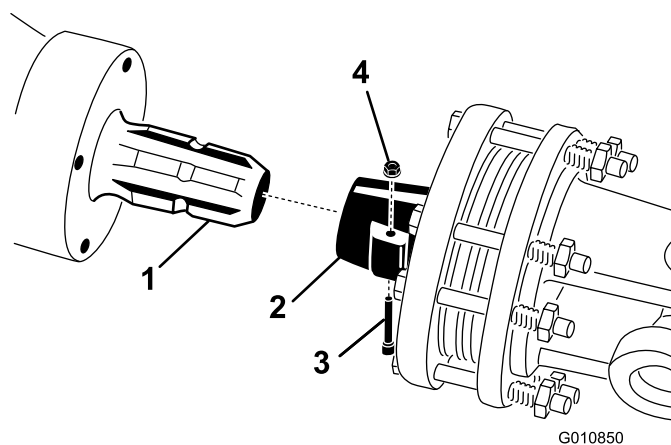

Figura 17
1. Retire o pino e a porca do eixo da tomada de força (Figura 17).
2. Ligue a extremidade da embraiagem do eixo da tomada de força ao eixo de entrada da transmissão do arejador com o pino e a porca previamente retirados (Figura 17). O pino é inserido apenas de uma forma.